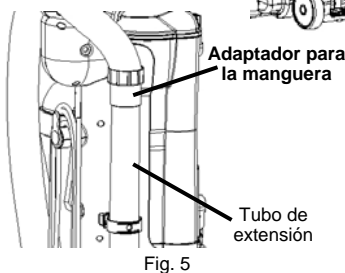

Fig. 5
4. Inserte el adaptador de la manguera dentro del tubo de extensión. (Fig. 5)